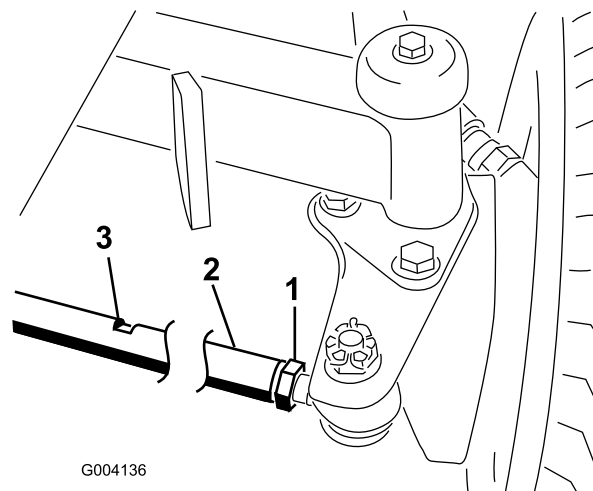

Figura 65
2. Afloje las contratuercas de ambos extremos del tirante (Figura 65).